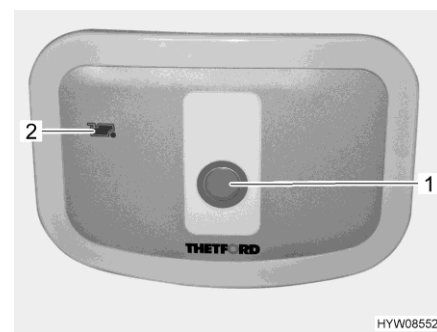

Fig. 211 Botón del inodoro/luz de control (inodoro Thetford)
- Para lavar, pulsar el botón del inodoro azul (Fig. 211,1).
La luz de control (Fig. 211,2) se enciende cuando es necesario vaciar el depósito de aguas fecales.